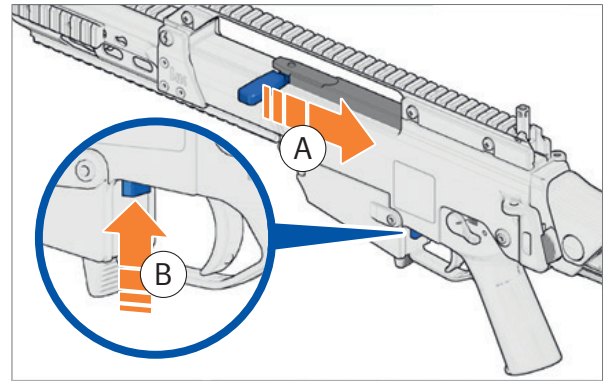

Abb. 16: Verschluss arretieren
1. Durchladehebel nach hinten ziehen und halten (Abb. 16).
2. Verschlussfanghebel nach oben drücken und halten (Abb. 16).